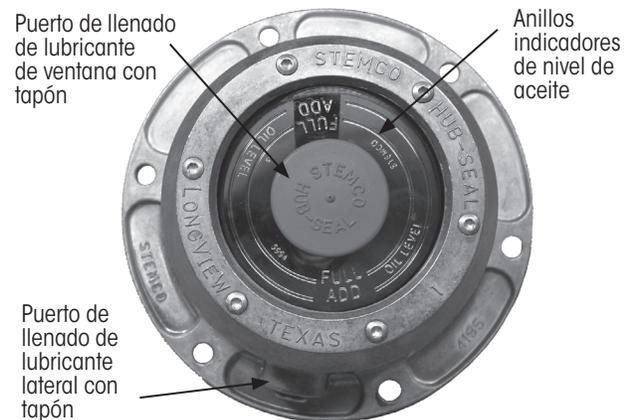

Figura 20: Ejemplo de tapa de maza de aceite con anillos indicadores de nivel de aceite
**NOTA:** No todas las mazas tienen un puerto de llenado. En este caso, el aceite solo se puede agregar a través del puerto de llenado de lubricante lateral o de la ventana (Figura 20).
- Llene la terminal de rueda con aceite hasta que el nivel de aceite esté por encima de "AÑADIR" y el anillo indicador "LLENO" de la ventana de la tapa de maza (Figura 20).
**IMPORTANTE:** El nivel de aceite debe mantenerse en el anillo indicador lleno de la tapa de maza (Figura 20). Se debe evitar agregar aceite por encima del anillo indicador lleno de la tapa de maza.